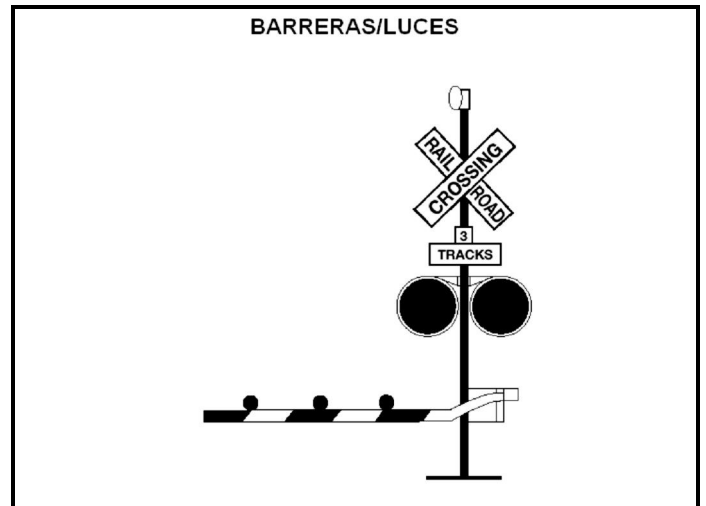

Figura 3.18
hay más de una vía, asegúrese de que todas las vías estén despejadas antes de cruzar. Vea la figura 3.18.
**Barreras.** Muchos cruces de ferrocarril tienen barreras con luces rojas intermitentes y campanillas. Usted debe parar por completo cuando las luces intermitentes estén en funcionamiento y antes de que se bajen las barreras. Quédese parado hasta que las barreras se suban y las luces se apaguen. Prosiga cuando sea seguro hacerlo. Vea la figura 3.18.